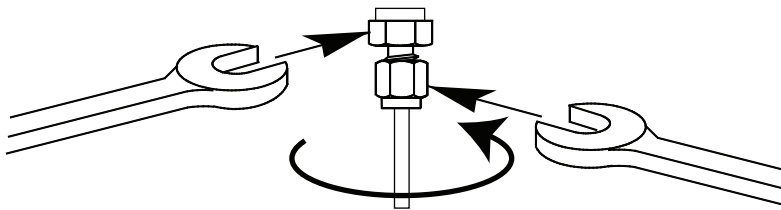

Figura 21 Aperto final
- 8** Para conexões Swagelok de 1/8 pol., use duas chaves de boca para apertar a conexão 3/4 de volta (consulte a Figura 21).